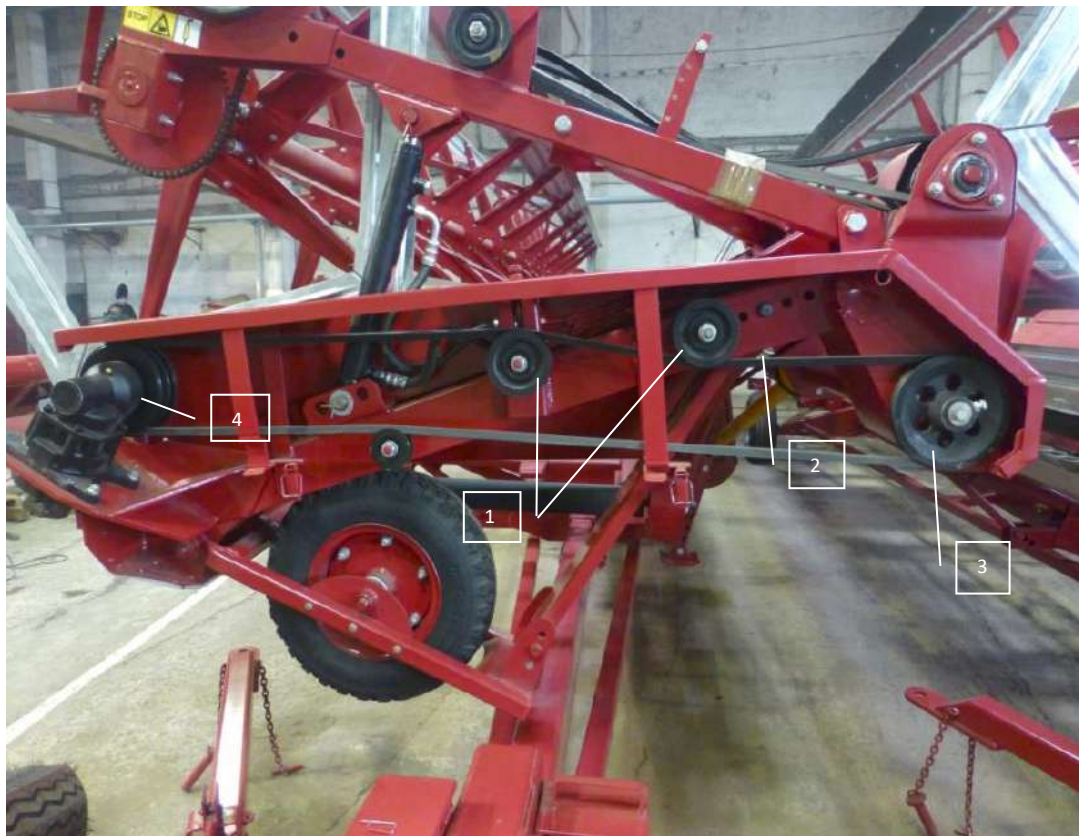

Рис.26 Привод режущего аппарата
10.3.Привод ножа производится следующим образом: с ведущего шкива рис.26 поз.3 Через ремень поз.2 Вращение передается на привод ножа Шумахер поз.4 дальше на нож.